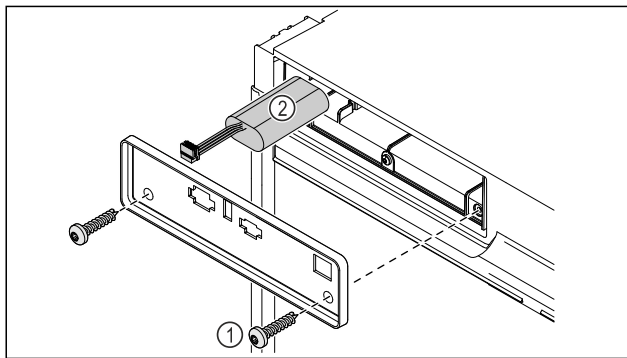

Fig. 189
- ▶ 旋出螺栓并移除冰箱背面的盖板 Fig. 189 (1)。
- ▶ 拔下并取出电池 Fig. 189 (2)。